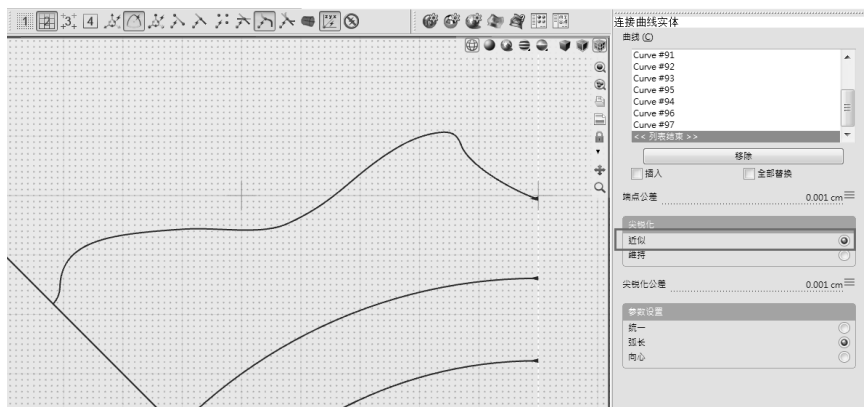

图 5-144 构建连接曲线实体
9) 使用“连接曲线实体”工具，当控制台提示“拾取曲线”时，依次选择外圈轮廓的保留曲线段，按空格键结束。然后在控制面板中，选中“近似”单选按钮。此时所有外圈曲线段形成一条光滑的 NURBS 曲线，如图 5-144 所示。